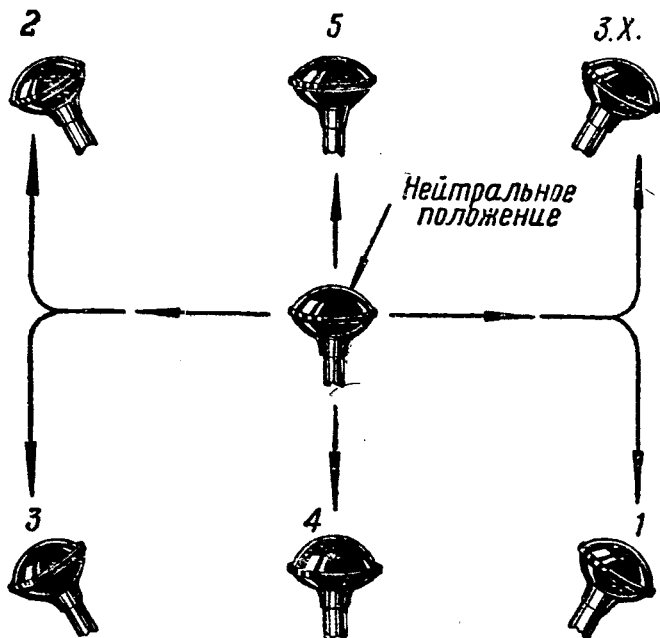

Рис. 6. Схема положений рычага переключения коробки перемены передач
1. Проверь, чтобы рычаг переключения коробки перемены передач находился в нейтральном положении (рис. 6), а машина была заторможена ручным тормозом.